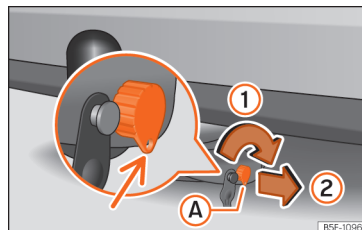
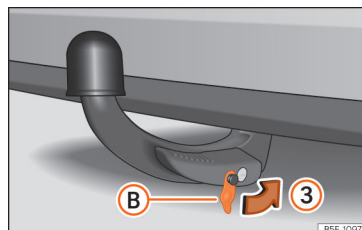

Abb. 256 Schloss sperren
Abb. 257 Abdeckkappe auf das Schloss setzen
- Drehen Sie den Schlüssel (A) in Pfeilrichtung ①, bis sich der gelochte Teil des Schlüssels unten befindet » Abb. 256.
- Ziehen Sie den Schlüssel in Pfeilrichtung ② ab.
- Setzen Sie die Abdeckung (B) in Pfeilrichtung ③ auf das Schloss » Abb. 257 » ❶.
❶ VORSICHT